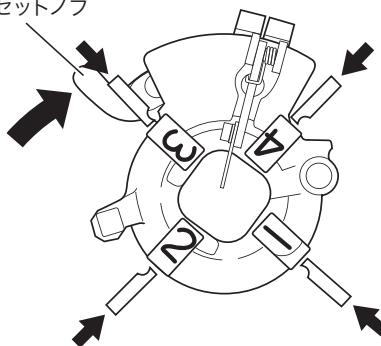

図9
- ①ダイヘッドをチェーザを取り外した状態にします。
- ②ダイヘッドの3番と4番の溝番号と同じ番号のチェーザをチェーザノッチにはまり込むまで差し込んでください。
- ③次にダイヘッドを起こして1番と2番のチェーザを同じ溝番号に差し込んでください。
- ④案内セットノブを図9の矢印の方向に回してください。チェーザは中心に向かって入っていきます。もしチェーザが入らないときはチェーザを少し上下に動かしもう一度繰り返してください。